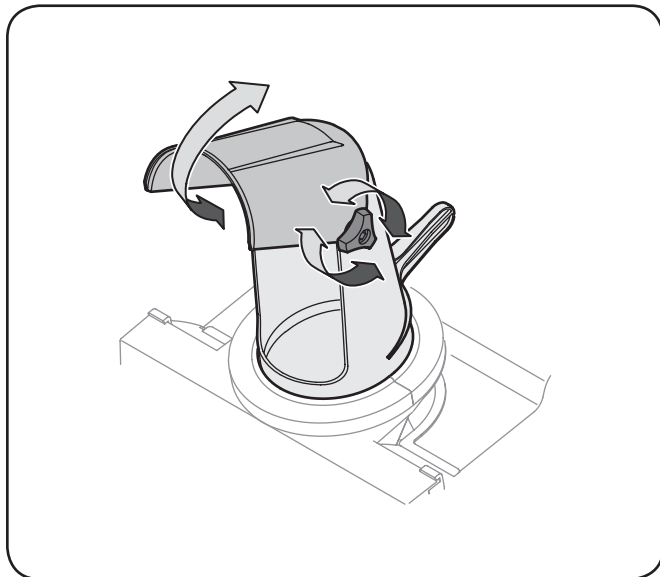

Figura 5-2
1. Afloje el pomo de mariposa que se encuentran en el lado izquierdo del ensamble de cámara y gire el canal superior hacia arriba o hacia abajo para el tono deseado. Vuelva a apretar el pomo de mariposa antes de hacer funcionar la máquina quitanieves. Véase la Figura 5-2.